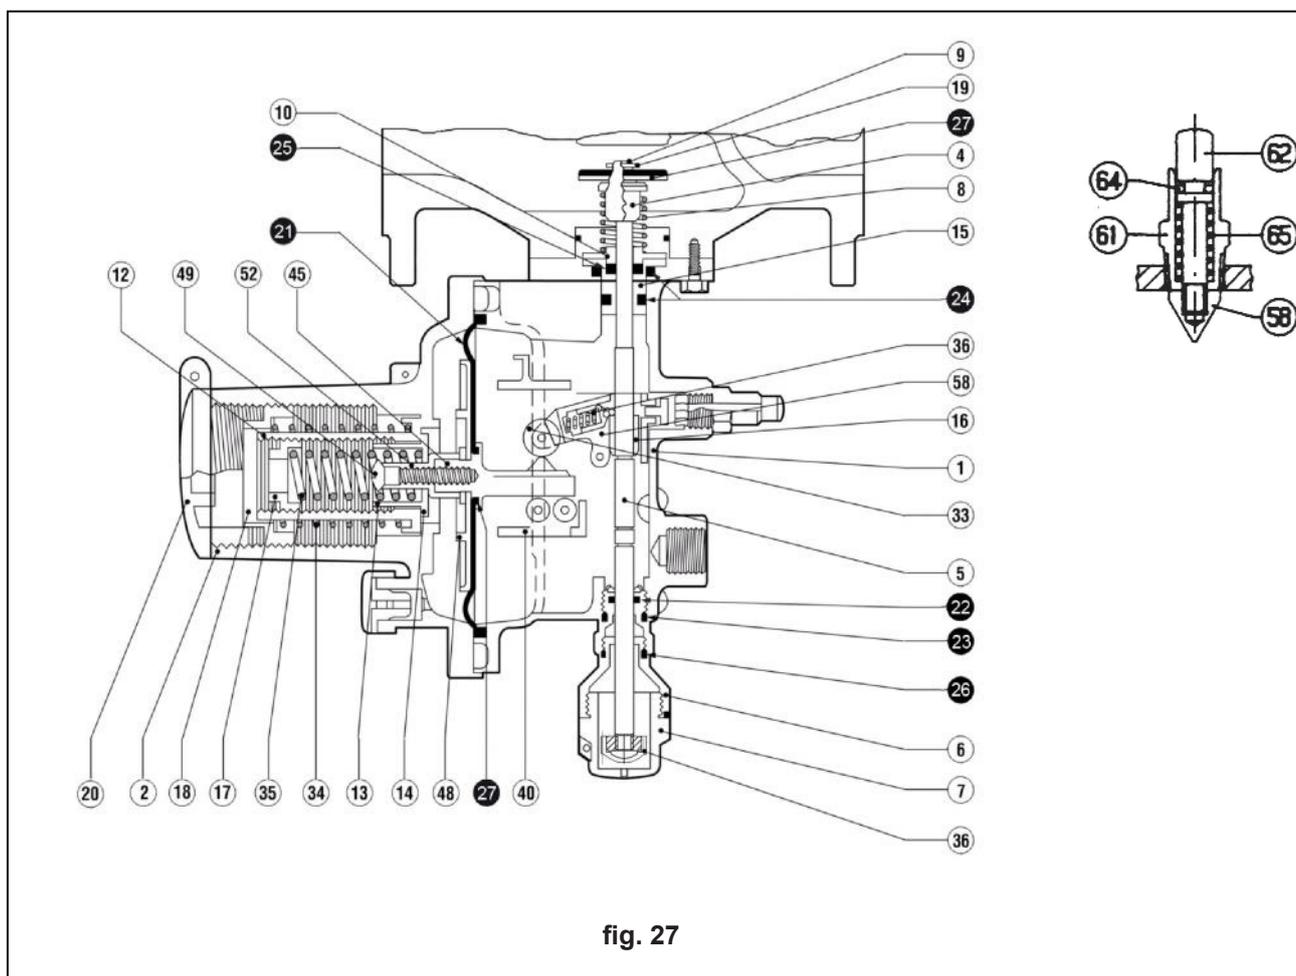

fig. 27
**7.5 SLAM-SHUT-VENTIL LA/.. (fig. 27)**